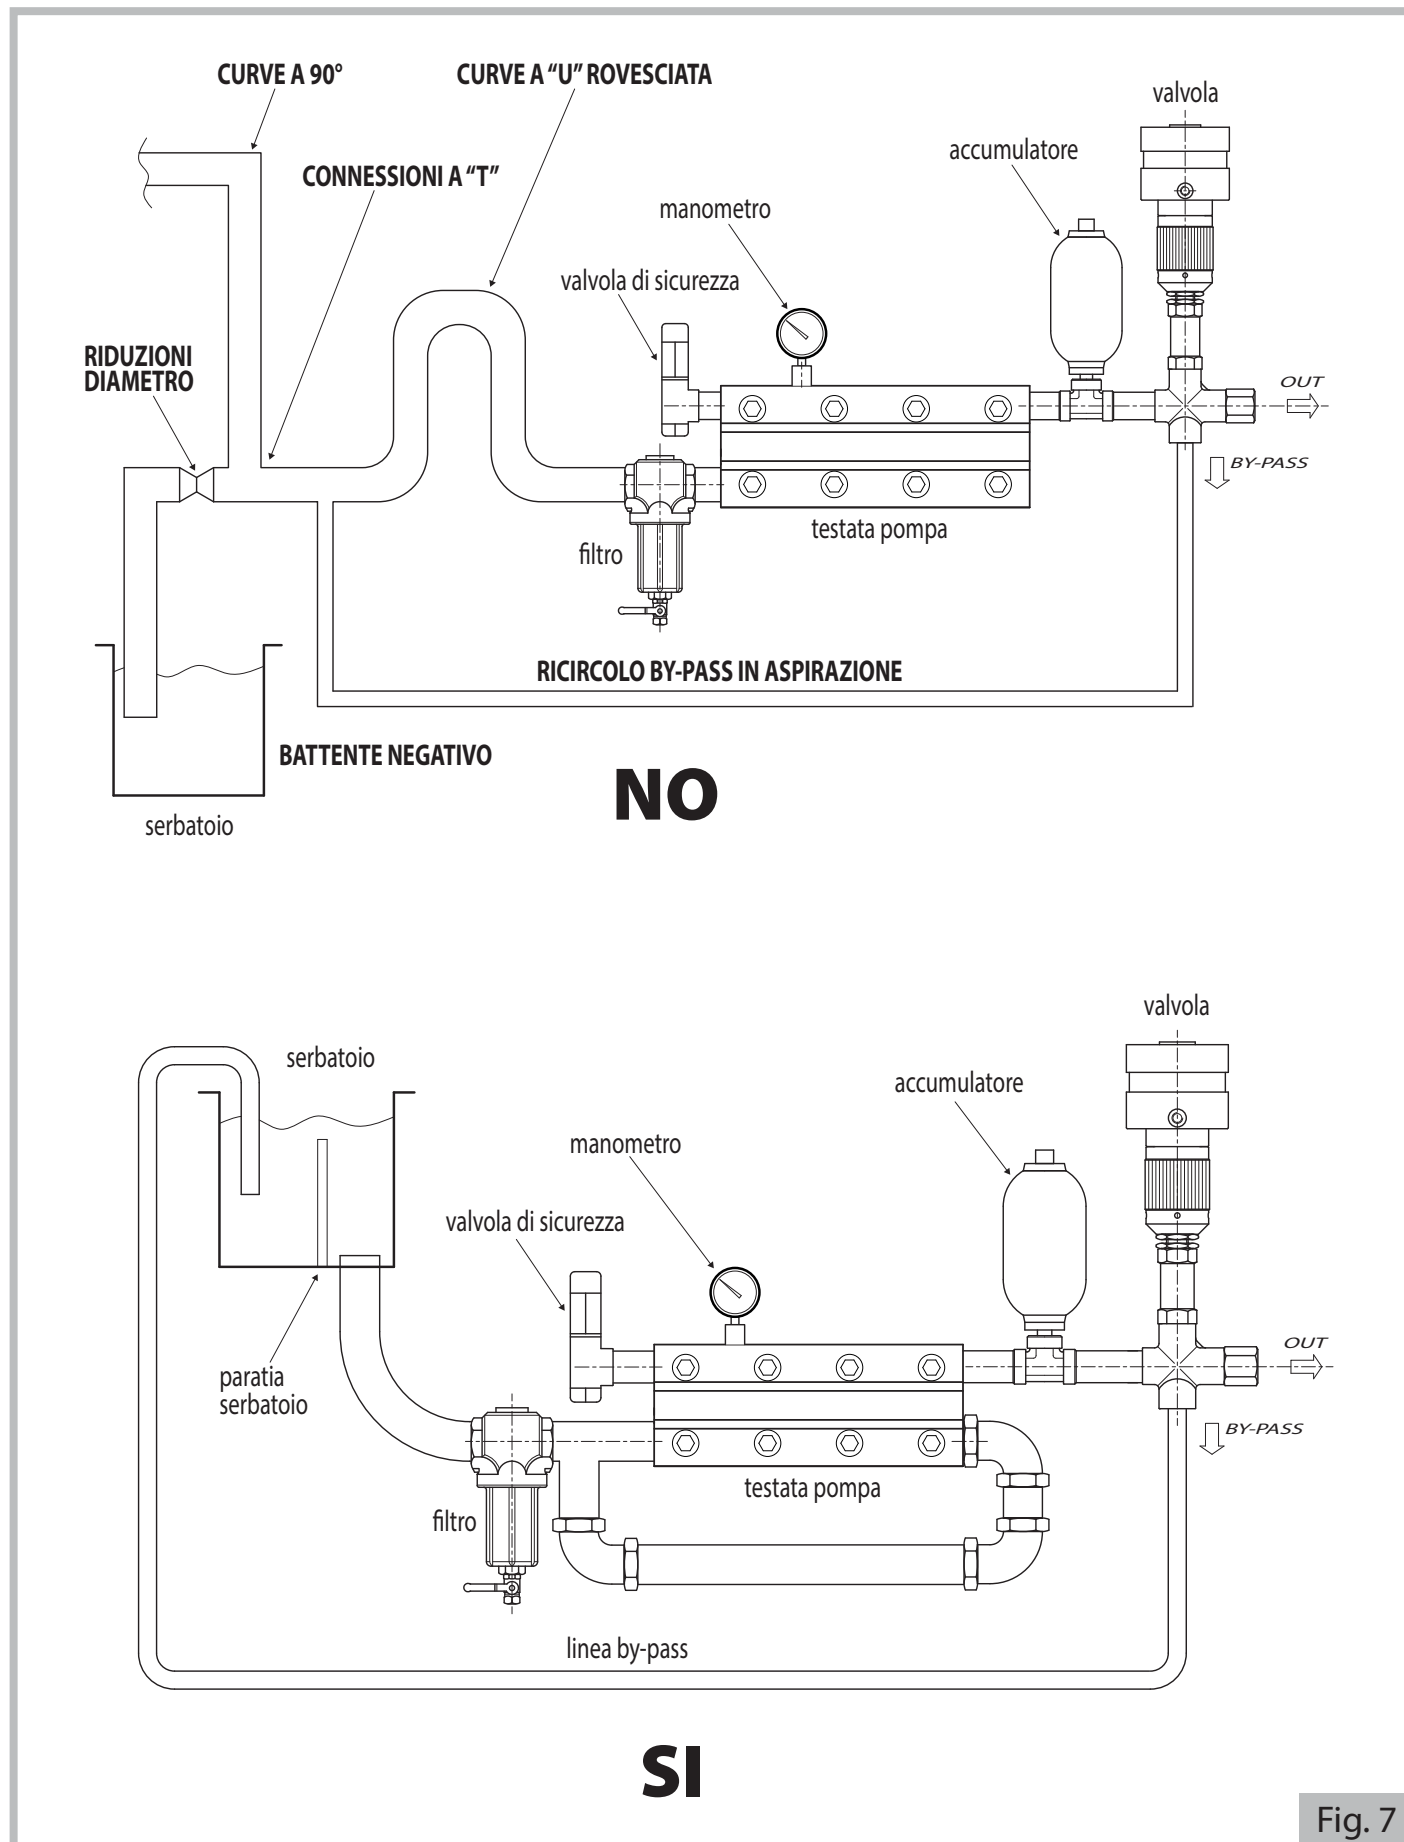

Fig. 7
Per i collegamenti idraulici di aspirazione, mandata e by-pass, si faccia riferimento alla Fig. 7, ove è rappresentata la schematizzazione generica di una possibile installazione della pompa.
- In aspirazione alla pompa evitare strozzature, contropendenze e curve ad "U" rovesciata. Assicurarsi anche che l'impianto sia tale da evitare lo svuotamento delle tubazioni di aspirazione all'arresto della pompa (si veda anche la Fig. 7).